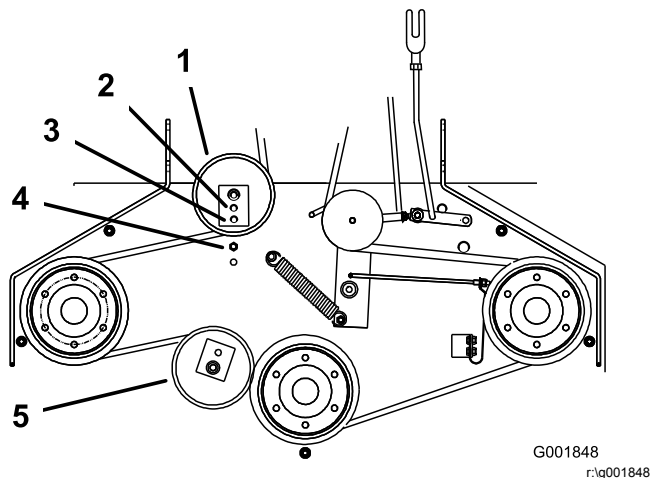

**Figure 44**
3. Desserrez le contre-écrou sur le tendeur (Figure 44).
- Tournez le tendeur vers l'avant de la tondeuse pour réduire la tension sur la courroie (Figure 44).